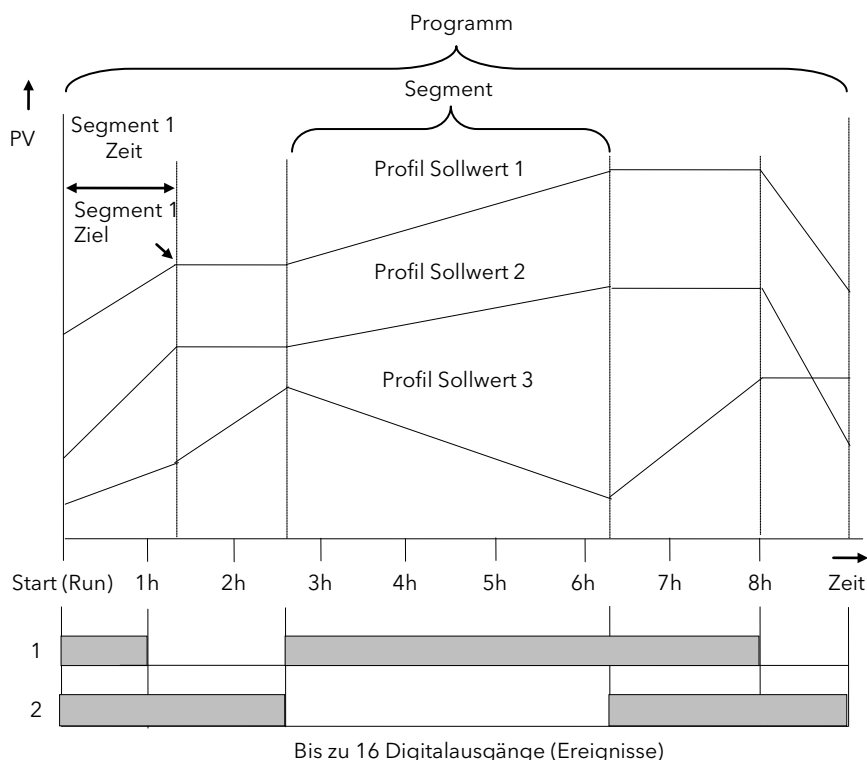

Abbildung 7-1: Sollwertprogramm
Bei einigen Anwendungen ist es nötig, dass ein Prozesswert (PV) sich mit der Zeit ändert. Der 2604 bietet Ihnen die Möglichkeit, drei verschiedene Profile für ein Programm zu erstellen. Diese Profile können je nach Applikation die Temperatur, Druck, Feuchte usw. bestimmen. Im Folgenden werden sie **Sollwertprofile** (PSP) genannt. In Abbildung 7-1 sehen Sie ein Programm mit drei Sollwertprofilen.